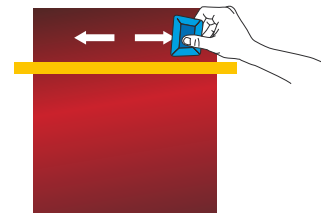

Figure 04
- › Commencer le collage du film avec une raclette (préalablement recouverte de feutrine) formant un angle à 45° et un sens d'application du centre vers les bords. (FIG. 04)